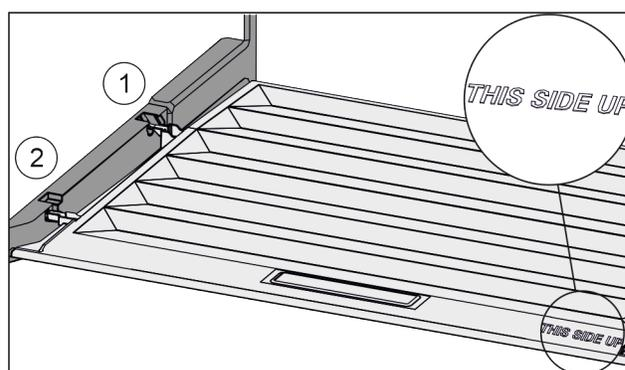

Fig. 107
- Introduire les rainures du couvercle par l'orifice du support arrière Fig. 107 (1) et les enclencher à l'avant dans le support Fig. 107 (2).